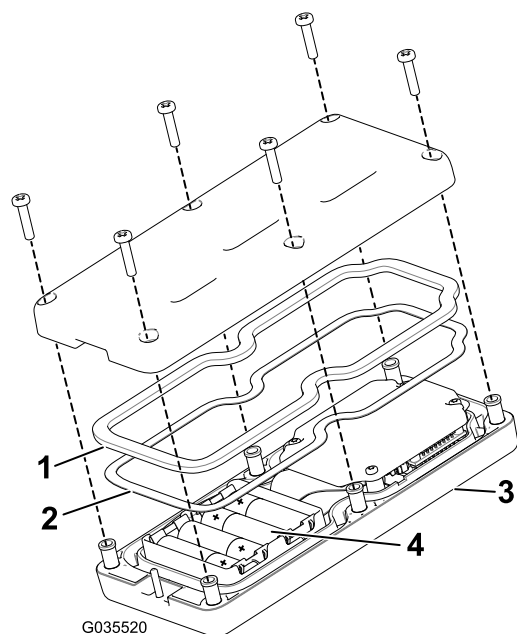

Figura 24
**Nota:** Se montate le batterie in modo scorretto, l'unità non subisce danni ma non funziona. Nel portabatteria sono marcati in rilievo i simboli della polarità di ogni terminazione (Figura 24).
3. Assicuratevi che la guarnizione in acciaio e la tenuta di gomma siano in sede nel canale del telecomando prima di riposizionare il coperchio posteriore (Figura 24).
4. Fissate il coperchio con 6 viti (Figura 24) e serratele a una coppia di 1,5-1,7 N·m.